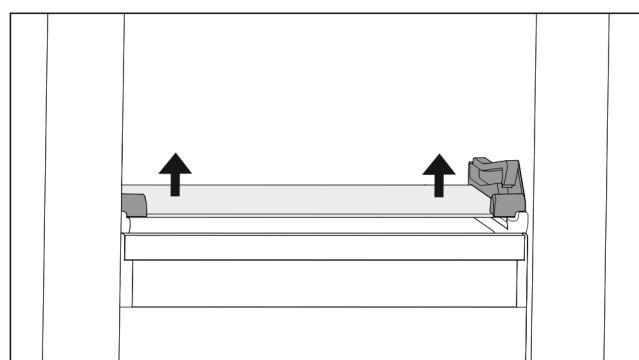

Fig. 131 Sklenená doska sklopnej zásuvky
- Na oboch stranach potlačte sklenenú dosku zospodu nahor. (pozri Fig. 131)